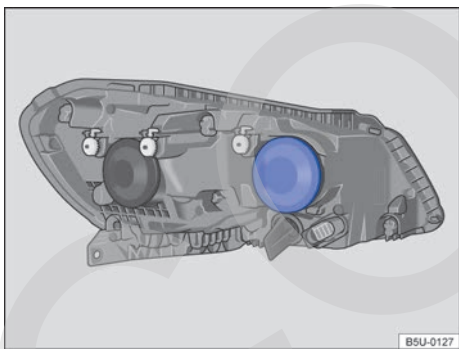

Fig. 176 En el compartimento del motor: ubicación de la lámpara incandescente del farol alto/luz de posición.
3. Remover la cobertura de goma en la parte trasera del farol ⇒ fig. 176.